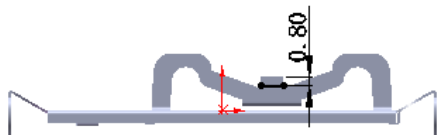
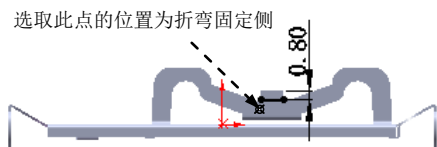

图 6.64 绘制的折弯线
图 6.65 固定侧的位置
② 定义折弯线草图。在草图环境中绘制图 6.64 所示的折弯线。
③ 选择下拉菜单 **插入(I)** →  **退出草图** 命令，退出草图环境，此时系统弹出“绘制的折弯”对话框。
(3) 定义折弯固定侧。在图 6.65 所示的位置处单击，确定折弯固定侧。
(4) 定义钣金参数属性。在 **折弯参数(P)** 区域的  文本框中输入折弯角度 60.0，在 **折弯位置:** 区域中单击“折弯中心线”按钮 。
(5) 单击  按钮，完成绘制的折弯 6 的创建。